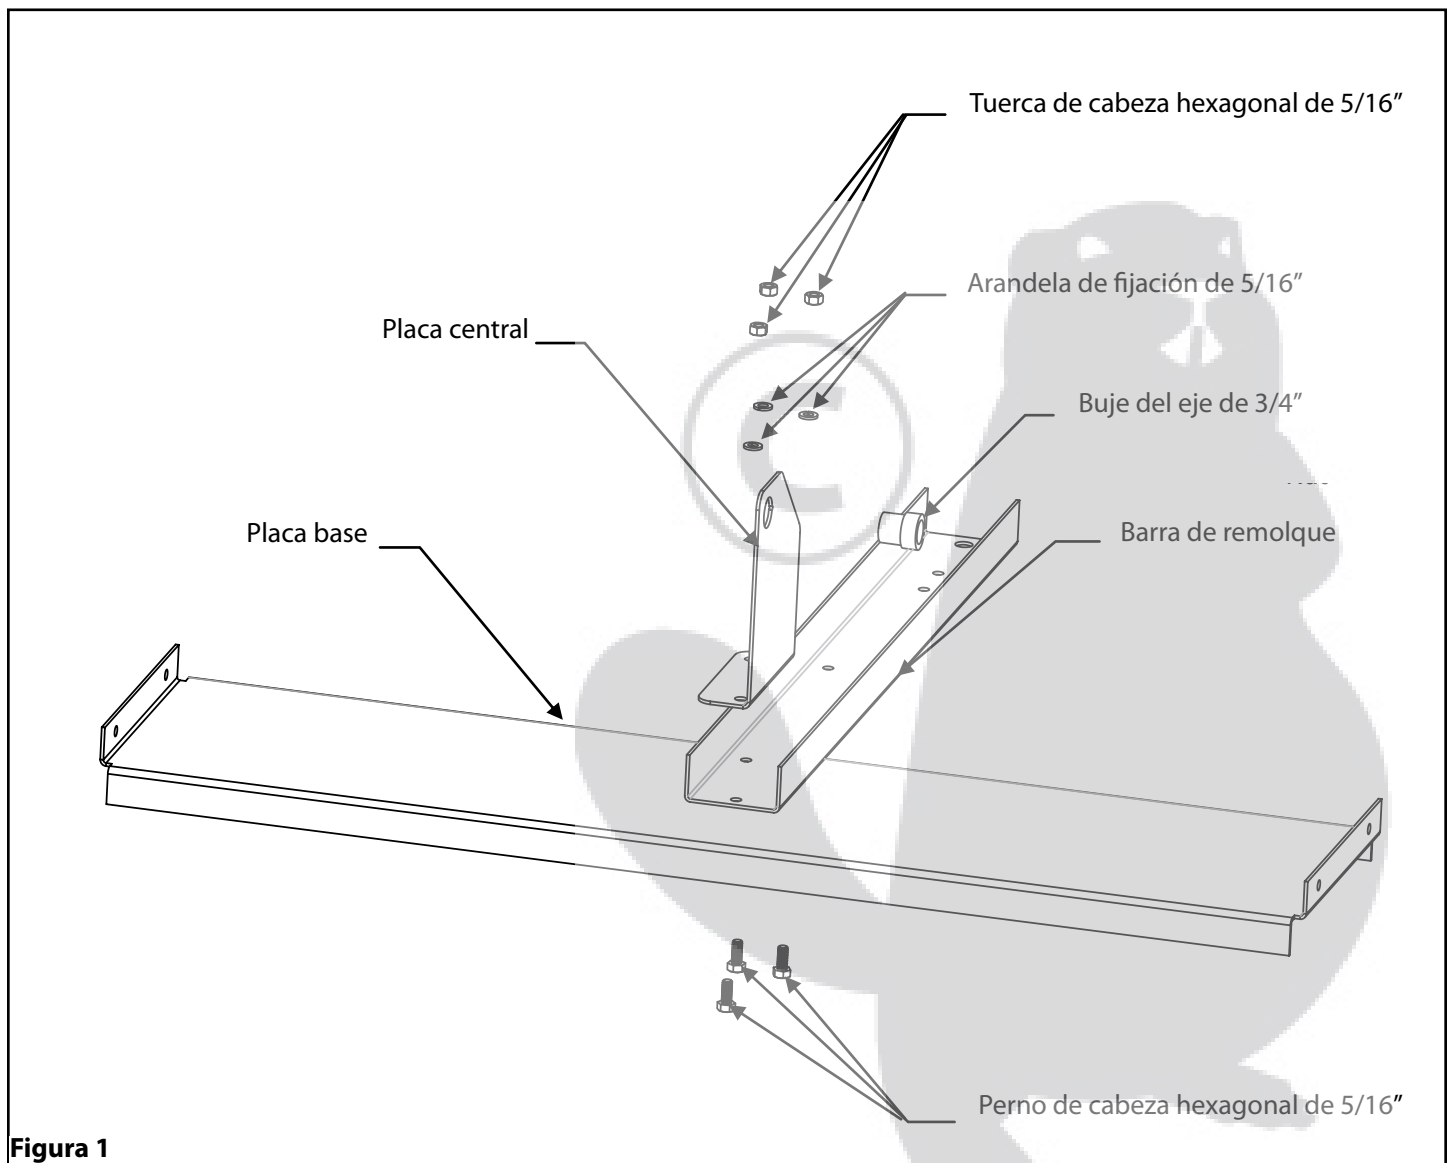

Figura 1
1. Coloque la placa base sobre una superficie plana, inserte un perno de cabeza hexagonal de 5/16" x 3/4" en el orificio superior derecho y a continuación inserte el perno en el orificio correspondiente de la barra de remolque. Coloque una arandela de fijación de 5/16" sobre el perno y fíjela con una tuerca de cabeza hexagonal de 5/16". A continuación alinee la placa central con los dos orificios restantes. Inserte los pernos de cabeza hexagonal de 5/16" x 3/4" a través de los orificios de la placa base y de los orificios correspondientes de la barra de remolque y de la placa central. Coloque una arandela de fijación de 5/16" sobre cada perno y fíjelas con tuercas de cabeza hexagonal de 5/16". Inserte un buje del eje de 3/4" en la placa central. Ver Figura 1.